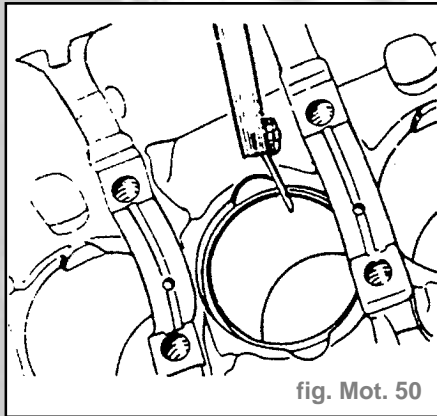

fig. Mot. 50
- Placer le segment perpendiculairement dans le cylindre à environ **15 mm** du bord inférieur (fig. Mot. 50).